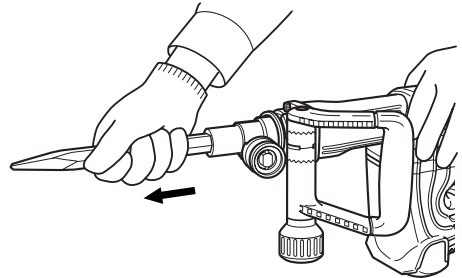

Fig. 3
- (3) Vuelva a colocar el portaherramienta en su posición original, y tire de la herramienta para asegurarse de que haya quedado completamente bloqueada. (Fig. 3)